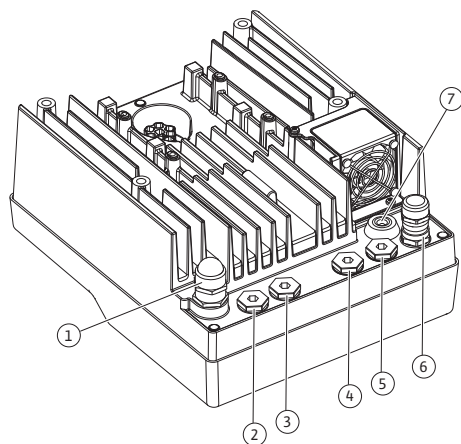

Fig. 18: Passe-câbles à vis/Passe-câbles
4. Guider les câbles de raccordement dans le passe-câbles à vis M25 (Fig. 18, pos. 1). Ser-